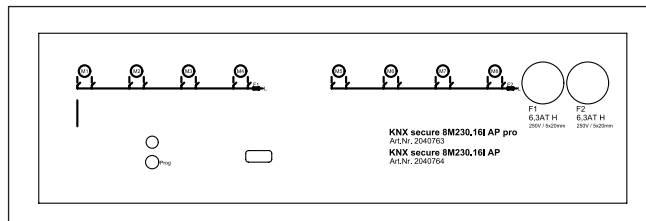

Abb. 2 Ansicht Tastenfeld
Hierfür steht sowohl in der App als auch auf dem Tastenfeld eine Prog-Taste zur Programmierung und eine Anzeige-LED zur Verfügung (siehe Abb. 2).
- Drücken Sie die Programmertaste in der App oder am Gerät (Abb. 2), um das Gerät in den Programmiermodus zu versetzen. Bei aktiviertem Programmiermodus leuchtet die rote LED. Die Programmierung erfolgt durch die ETS am PC. Diese Software beendet den Programmiermodus automatisch. Die rote LED erlischt.